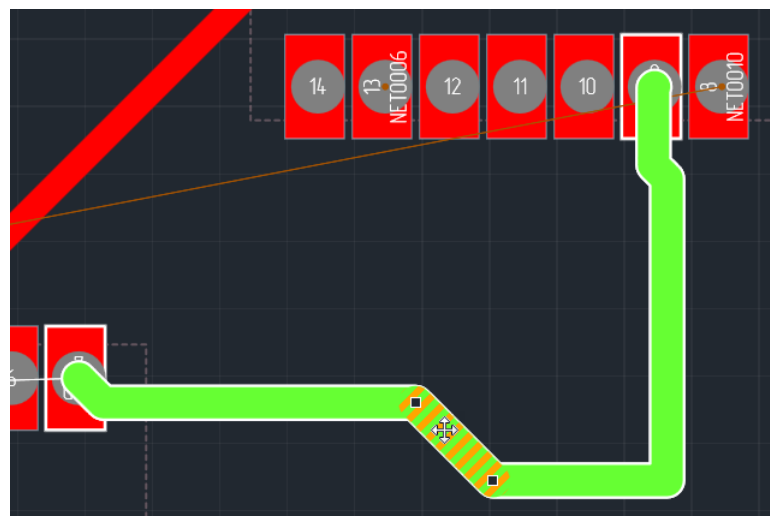

Рис. 217 Выбор сегмента трека
2. Нажать левую кнопку мыши, при этом будет выбран тот сегмент трека, на который наведен курсор, см. Рис. 217.